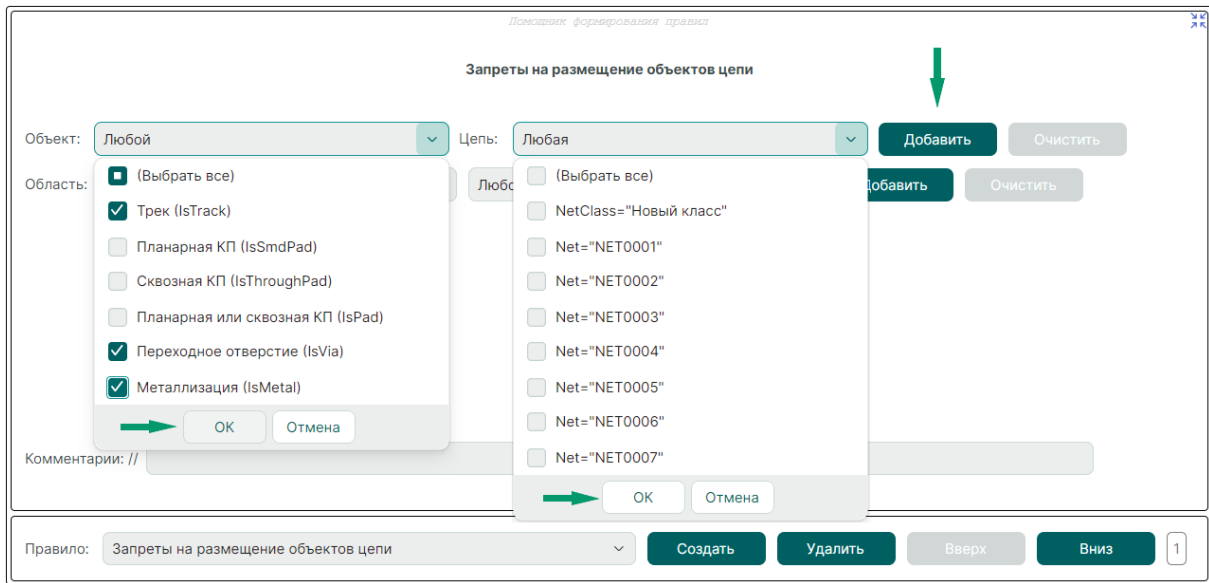

Рис. 173 Выбор объектов, запрещенных к размещению
4. Далее определите объекты, запрещенные для размещения в регионе. Объекты могут принадлежать цепям и/или классам цепей или нет, см. Рис. 173.